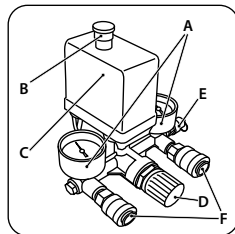

рис. 11
Компрессор работает полностью автоматически при помощи реле давления (C) (рис. 11), останавливающего двигатель по достижении максимального давления и запускающего компрессор при падении давления до минимального установленного уровня (на 2 бара меньше максимального рабочего давления).
на нуль по манометру (A) (рис. 11). Данная операция необходима, чтобы предотвратить увеличение погрешности и быстрый износ редуктора.
Подключение пневматического инструмента к компрессору осуществляется с помощью выходного быстросъемного штуцера (F) (рис. 11).